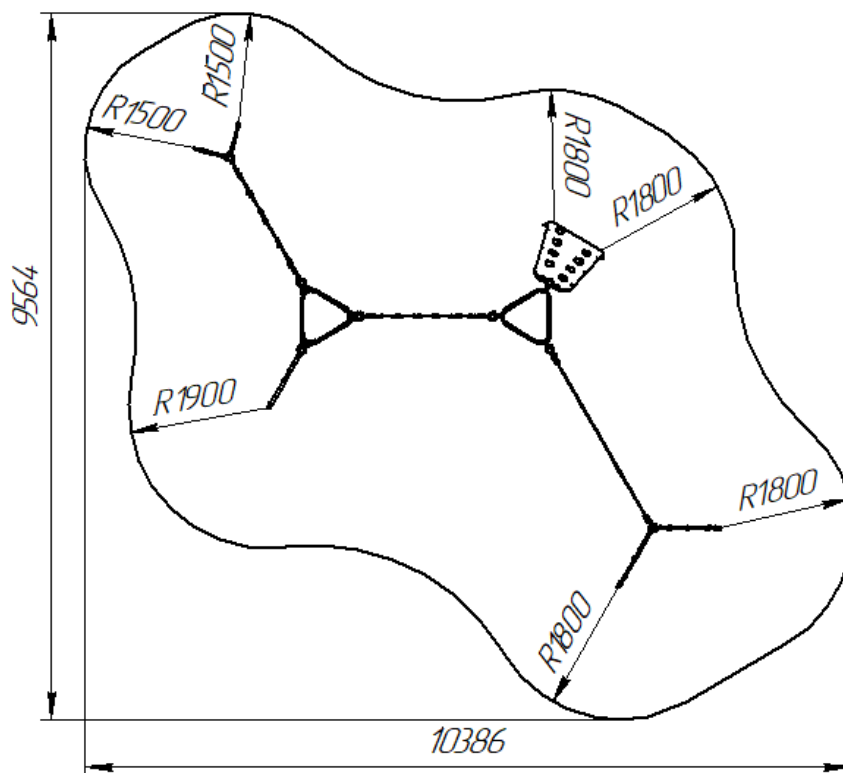

Рис.2
12.1.4 Размеры минимального пространства для размещения оборудования и безопасные расстояния от оборудования до поверхности игровой площадки указаны на рис. 2.